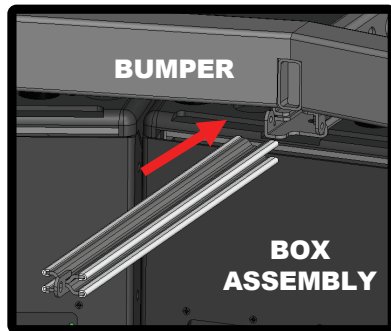

Figure 12
8. Insert LOCK BAR into Rails of BUMPER and BOX ASSEMBLY (Figure 12)
8. Insérez la BARRE DE VERROUILLAGE dans les rails du CADRE DE SUSPENSION et de l'ENCEINTE (figure 12)